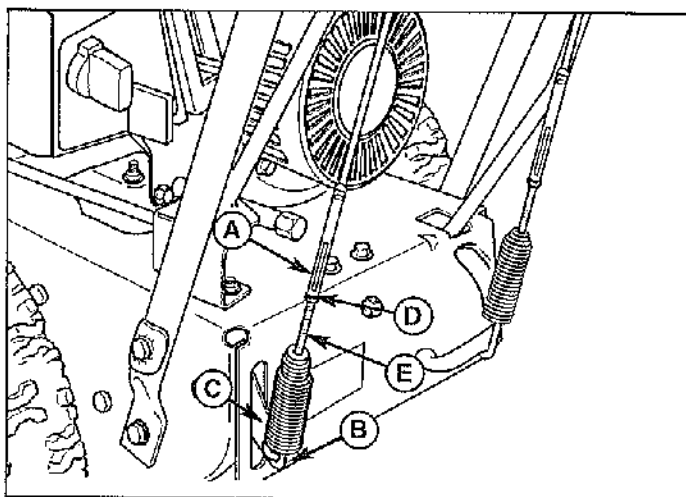

Figure 16a. Réglage de la commande de traction (modèles à guidon tubulaire)
2. Pour régler la tension du câble, desserrer l'écrou de réglage (D, Figure 16a) en tenant les méplats de réglage (A). Tourner la vis de réglage. 2. La vis de réglage est une vis Phillips dont la tête peut être immobilisée ou tournée en introduisant un tournevis à travers le ressort du câble d'embrayage de traction.